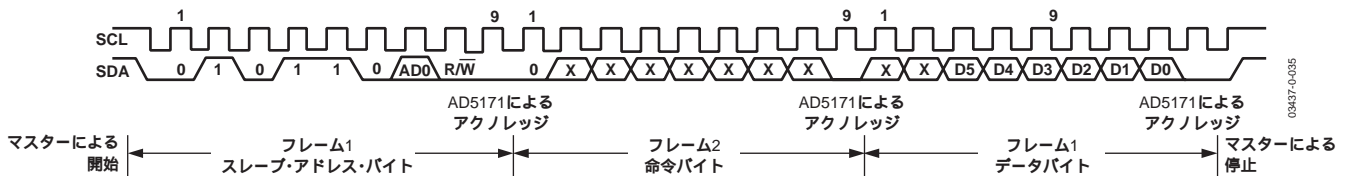
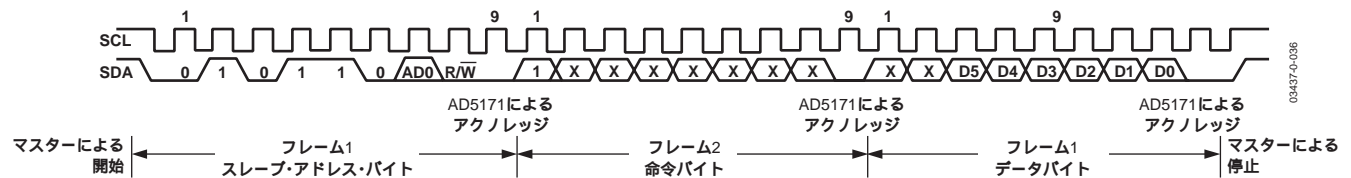
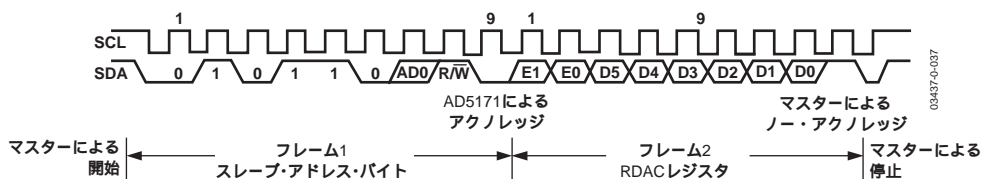
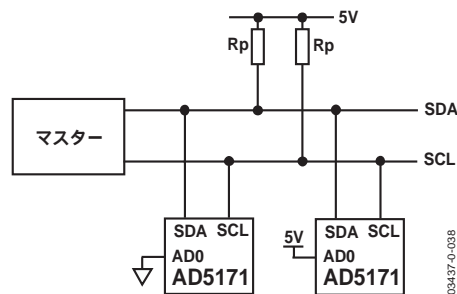

図36. RDACレジスタへのデータ書き込み
図37. ワンタイム・プログラミングの起動
図38. RDACレジスタからのデータ読出し
図39. 同一バス上の2個のAD5171
外部コントローラを利用する場合、I²C互換のシリアル・バスを介してAD5171を制御することが可能です。この場合は、AD5171をスレーブ・デバイスとしてバスに接続します。2線式のI²Cシリアル・バス・プロトコルは、以下のように動作します。図36、図37、図38を参照してください。
1. マスターは開始条件を確立することで、データ転送を開始します。このときに、SDAがハイからローに遷移し、SCLはハイに保持されます(図36と図37)。次のバイトはスレーブ・アドレス・バイトで、010110で定義されたスレーブ・アドレスとして上位6ビットで構成されています。その次のビットはAD0で、I²Cデバイス・アドレス・ビットとして使用されます。AD0ビットの状態に応じて、同じバス上で2個のAD5171のアドレスを指定できます(図39)。最後のLSBIはR/Wビットで、スレーブ・デバイスへのデータの読みまたは書き込みのどちらを実行するかを決定します。
2. 書き込み動作には命令バイトがありますがこれは読み出し動作にはありません。書き込みモード時には、命令バイトがスレーブ・アドレス・バイトの後に続きます。命令バイトのなかでTと表記されるMSBが、ワンタイム・プログラミング・ビットです。命令バイトのアクノレッジの後で、書き込みモードの最後のバイトがデータバイトになります。データはシリアル・バスを介して、9個のクロック・パルス・シーケンスで送信されます(8個のデータビットの後にアクノレッジ・ビットが続きます)。SDAラインの遷移はSCLがローの期間中に発生し、SCLがハイの期間中は安定した状態に維持されることが必要です(図36)。
3. 読み出しモードのときには、スレーブ・アドレス・バイトのアクノレッジの直後にデータバイトが続きます。データはシリアル・バスを介して、9個のクロック・パルス・シーケンスで送信されます(書き込みモードとは多少異なり、8個のデータビットの後にノー・アクノレッジ・ビットが続きます)。同様に、SDAラインの遷移はSCLがローの期間中に発生し、SCLがハイの期間中は安定した状態に維持されることが必要です(図38)。
4. すべてのデータビットの読みまたは書き込みが完了すると、マスターが停止条件を確立します。停止条件は、SCLがハイの間に、SDAラインがローからハイに遷移することです。書き込みモード時には、10番目のクロック・パルスの間にマスターがSDAラインをハイに引き込むことで停止条件を確立します(図36と図37)。読み出しモード時には、9番目のクロック・パルス時にマスターがノー・アクノレッジを発行します。すなわち、SDAラインがハイに維持されます。その後、マスターは10番目のクロック・パルスの前にSDAラインをローに引き込み、10番目のクロック・パルスがハイになるときに、停止条件を確立します(図38)。
図39には、同じシリアル・バス上に2個のAD5171があります。それぞれのAD0ピンの状態が異なるので、各デバイスのスレーブ・アドレスは異なります。したがって、各デバイスは独立して動作させることができます。マスター・デバイスの出力バス・ライン・ドライバは、完全なI²C互換インターフェースでオープン・ドレインのプルダウンです。